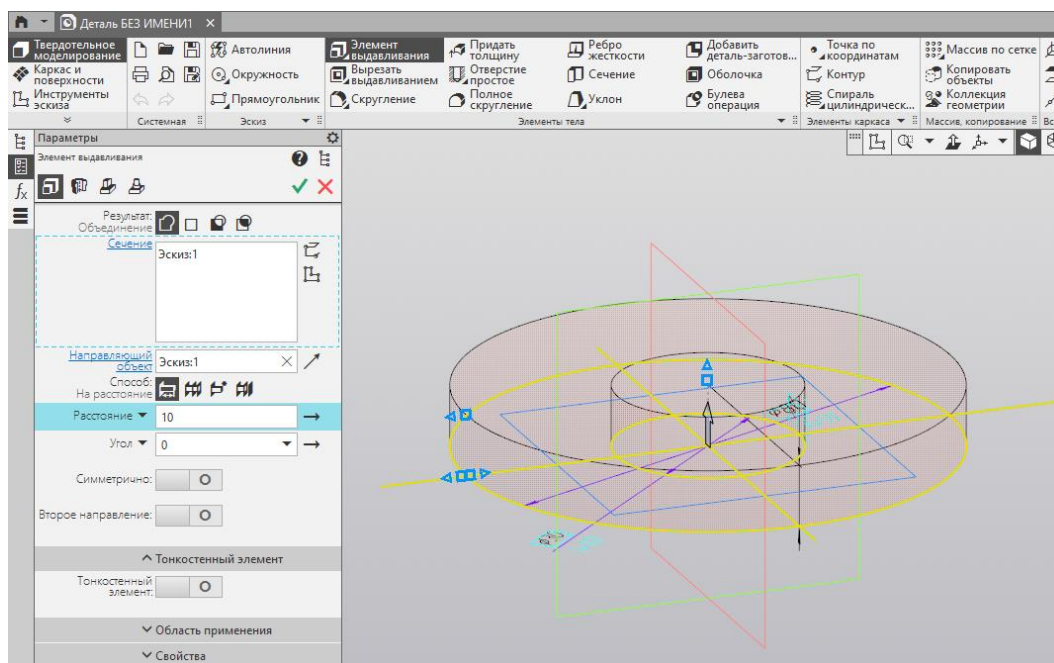
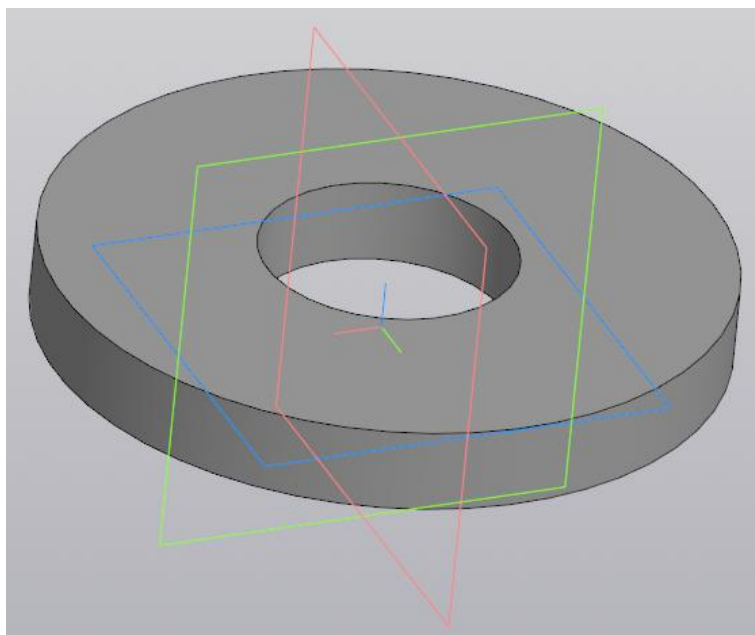

Рисунок 4 – Настройка параметров выдавливания
Рисунок 5 – Результат выдавливания эскиза
1.3.1 Выдавите полученный эскиз. Выберите команду «Элемент выдавливания»  и убедитесь что ваш эскиз автоматически выделился, а в окне с параметрами (рис. 4) выбран результат «Объединение» и способ «На расстояние». Осталось лишь указать расстояние 10 мм, на которое необходимо выдавить ваш эскиз и нажать зеленую галочку в верху окна с параметрами. Результат выдавливания показан на рис. 5.